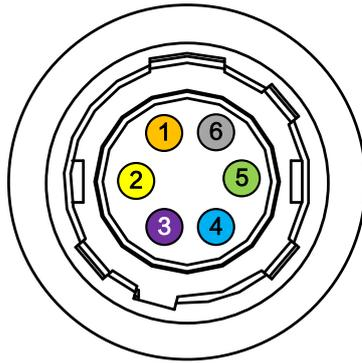

图4-2 6-pin P7 接口图
相机的电源及 I/O 接口为 6-pin P7 接口,接口图如图 4-2 所示,对应的管脚定义如表 4-2 所示。
- 图 4-2 与表 4-2 中所示的线芯仅为我司销售的线缆线序以及对应的线芯颜色，若线缆不是从我司购买，请以实际线序以及对应线芯颜色为准。